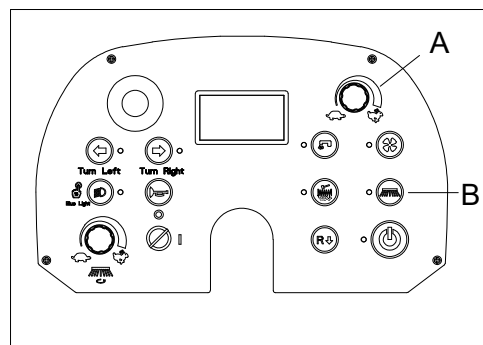

Figura 27
- Ajuste o botão de regulação de velocidade (A, Figura 27) para minimizar a velocidade de condução.
- Pressione o botão da escova lateral (B, Figura 27) para abaixar a escova lateral e ligue-a por cerca de um minuto pressionando o pedal do acelerador.